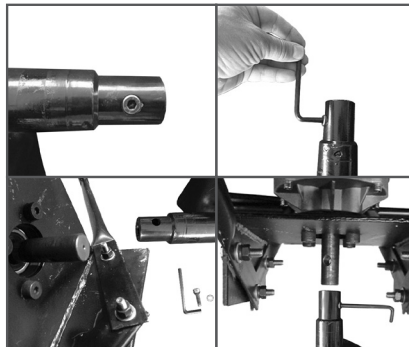

Рис. 3. Установка шнека
2. Снимите крепеж шнека (Рис.3). Отсоедините двигатель от шнека и убедитесь, что он опирается на грунт ручками и валом отбора мощности.